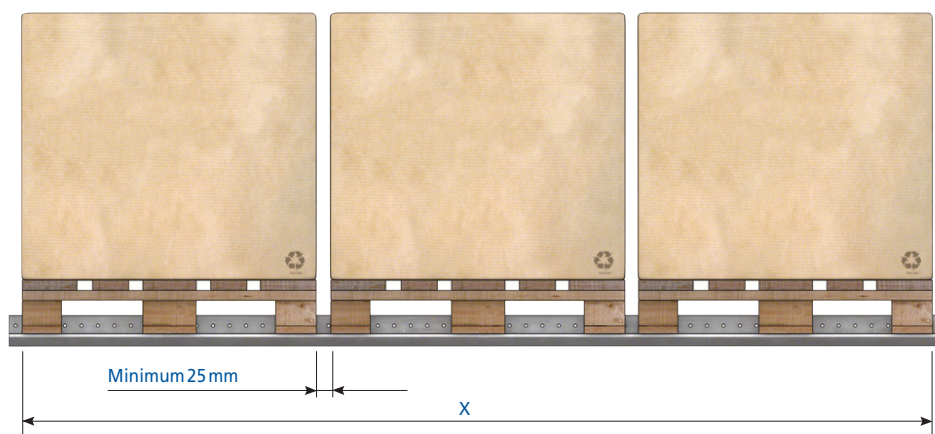

Figure 4
- X : somme de la profondeur de toutes les palettes (la dimension de la charge doit être prise en compte si celle-ci dépasse de la palette) et d'un jeu par unité de charge d'un minimum de 25 mm (figure 4).
Pour les jeux en profondeur, il faut utiliser le même critère qu'avec le rail GP (figure 4).